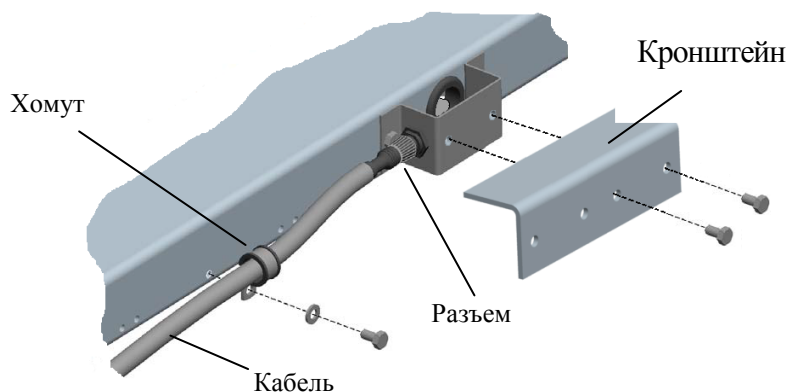

Рис. 4.5 - Подключение кабеля к модулю
4.2.1.3 Соединить терминал и модуль кабелем. Для защиты разъема модуля от случайных повреждений привинтить кабель к модулю хомутом и привинтить защитный кронштейн, Рис. 4.5.